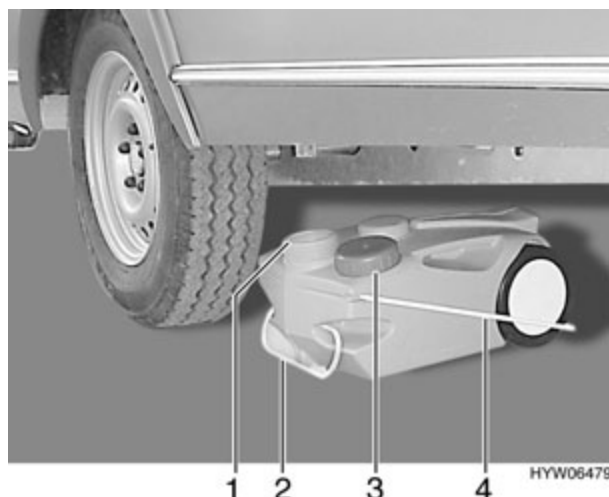

Fig. 132 Réservoir d'eaux usées, mobile
- Fermer l'ouverture du réservoir d'eaux usées (Fig. 132,1) à l'aide du couvercle (Fig. 132,3).
- Retirer le réservoir d'eaux usées par la poignée (Fig. 132,2).
- Rabattre la poignée de manutention (Fig. 132,4) vers le haut et placer le réservoir d'eaux usées.